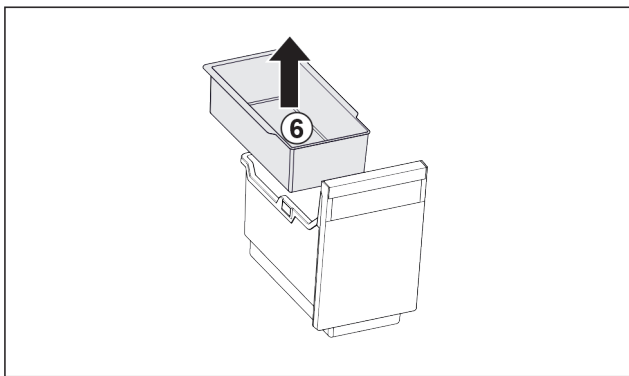

Fig. 119
- ▶ Rimuovere la vaschetta da agganciare Fig. 119 (6).